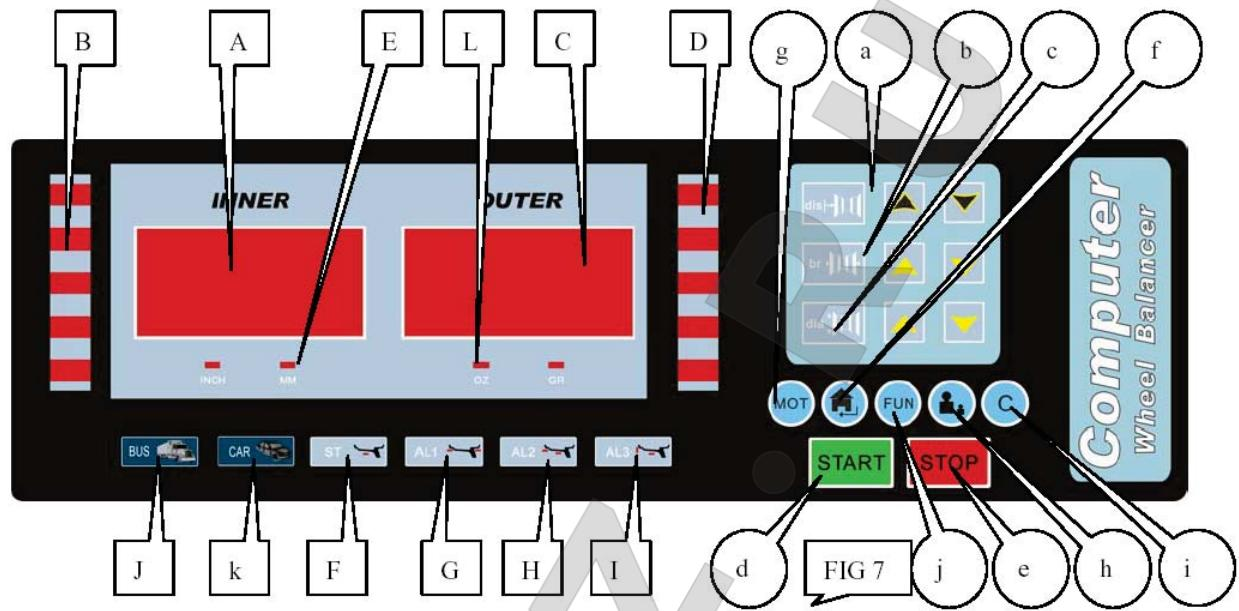

Рис. 9-2
Выдвиньте линейку, прижмите ее к месту установки балансировочного грузика и нажмите кнопки (поз. а, рис. 9-2) для ввода измеренного значения **Dis** в соответствующее поле дисплея на панели управления. На дисплее в этот момент должно отображаться «**DIS**»: «XXX», единицы измерения по умолчанию - дюймы.
Используя кронциркуль из комплекта поставки, измерьте ширину диска и, нажимая кнопки (поз. а, рис. 9-2), введите измеренное значение **Br** в соответствующее поле дисплея на панели управления. На дисплее в этот момент должно отображаться «**Br**»: «XXX», единицы измерения по умолчанию - дюймы.
После выбора поля ввода диаметра диска, нажмите (поз. а, рис. 9-2) для ввода значения диаметра в соответствующее поле дисплея на панели управления. На дисплее в этот момент должно отображаться «**Dia**»: «XXX», единицы измерения по умолчанию - дюймы.
(поз. i, рис. 9-2)
**При нажатии на** **(поз. d, рис. 9-2)**, колесо начнет вращаться. Через несколько секунд вращение колеса прекратится. Станок также может стартовать автоматически при опускании крышки, что может быть задано в меню управления станком.
По окончании вращения колеса на дисплеях внутренней  (поз. В, рис. 9-2) и внешней стороны  (поз. D, рис. 9-2) колеса отобразятся значения дисбаланса. Руками вращайте колесо. Как только все индикаторы на дисплеях позиционирования внутренней и внешней части колеса загорятся, то в этом положении необходимо устанавливать балансировочные грузики (в положении на «12 часов»).
нажмите (поз. h, рис. 9-2), и на дисплее появится значение остаточного дисбаланса внутренней и внешней стороны колеса, если оно менее 5 граммов. Максимальный остаточный дисбаланс может быть равен 4 граммам.
Выберите режим балансировки в соответствии с местом установки балансировочного грузика. Нажмите кнопку переключения режимов (поз. j, рис. 9-2) для выбора режима балансировки.
Для балансировки колес крупногабаритных автомобилей, например, грузовиков, нажмите кнопку (поз. J, рис. 9-2) для выбора режима балансировки колес коммерческого транспорта. Загорится соответствующий индикатор.
Для балансировки колес малогабаритного транспорта, например, легковых автомобилей, нажмите кнопку (поз. K, рис. 9-2) для выбора режима балансировки колес легковых автомобилей. Загорится соответствующий индикатор.